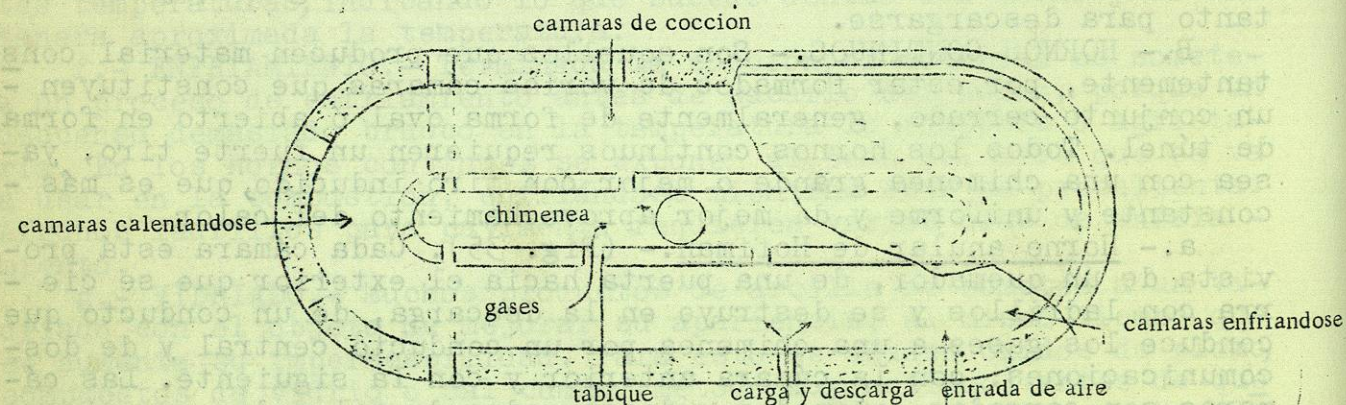

Fig. 35. Horno Anular de Hoffman
a.- Horno anular de Hoffman.- (Fig. 35). Cada cámara está provista de un quemador, de una puerta hacia el exterior que se cierra con ladrillos y se destruye en la descarga, de un conducto que conduce los gases a una chimenea por un conducto central y de dos comunicaciones: con la cámara anterior y con la siguiente. Las cámaras son cargadas, quemadas y descargadas de tal modo, que mientras unas están cargándose, las siguientes están sucesivamente en: precalentamiento, cocción, enfriamiento y descarga, volviendo a re